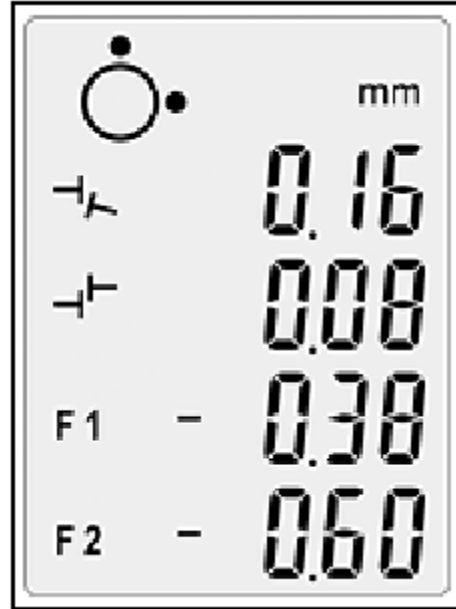

图 21. 垂直对中的显示
- 显示屏上 F1 和 F2 的数值表明了可移动机器（从侧面看）的相对位置（见图 21）。